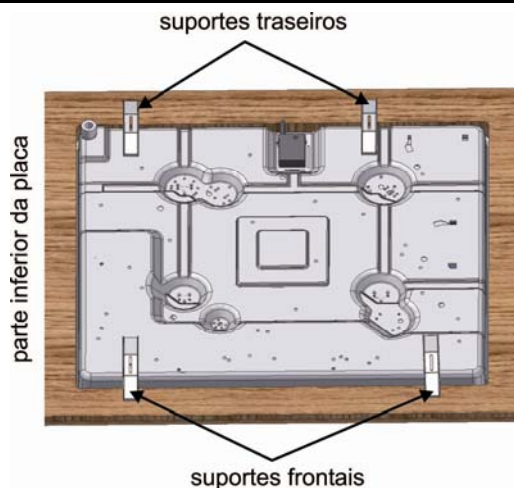

Fig. 6
5. Fixe a placa com os quatro suportes, incluídos com as restantes peças de ligação (Fig. 6 e 7).